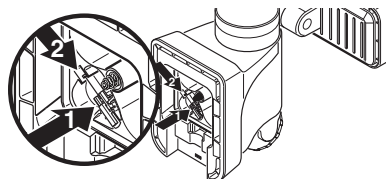

Figure 5
- Appuyez doucement sur le faisceau de fils comme indiqué par la flèche 1 (voir la Figure 5).
- Faites glisser le connecteur mâle dans le connecteur femelle comme indiqué par la flèche 2 (voir la Figure 5).